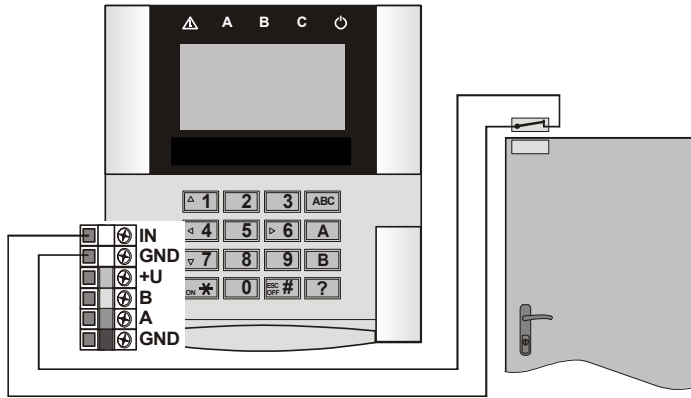

Abb. 2: Beispiel für den Anschluss eines Türkontakt-Melders
- Installieren Sie den externen Türkontakt-Melder** (bei Bedarf) und schließen Sie sein Kabel an die Anschlüsse IN und GND an. Siehe Abb. 2.